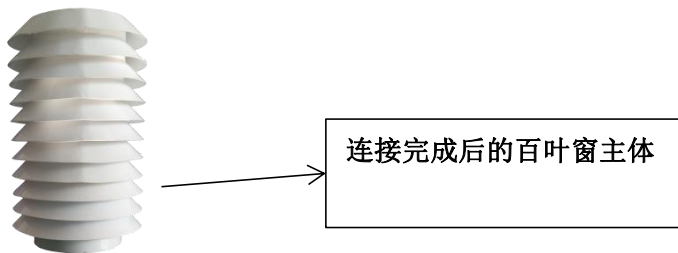

图 6
- ③用螺丝将图 7 底托支架与图 6 百叶窗主体固定如图 8。